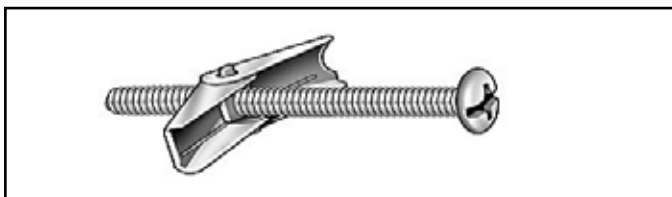

Figure 4.4 Boulon d'ancrage à ailettes de 4,8 mm (3/16 po)
- Pour chaque trou de fixation qui ne s'aligne pas avec un élément de charpente, un boulon d'ancrage à ailettes pour panneau mural doit être utilisé. Voir la figure 4.4.